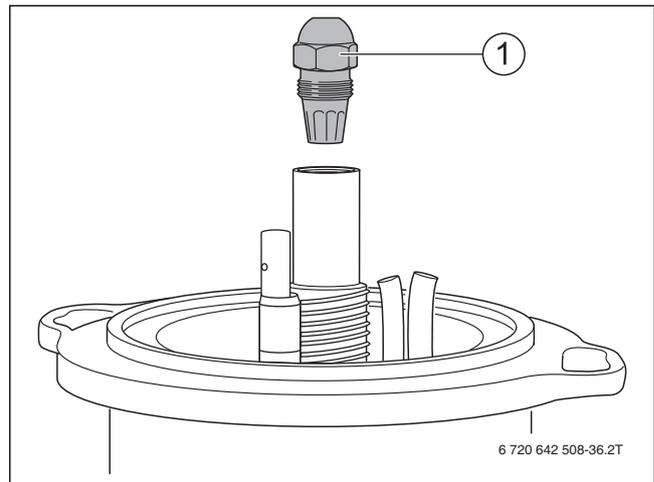

Bild 38 Düse abschrauben
- ▶ Düse abschrauben (→ Bild 38, Seite 22).